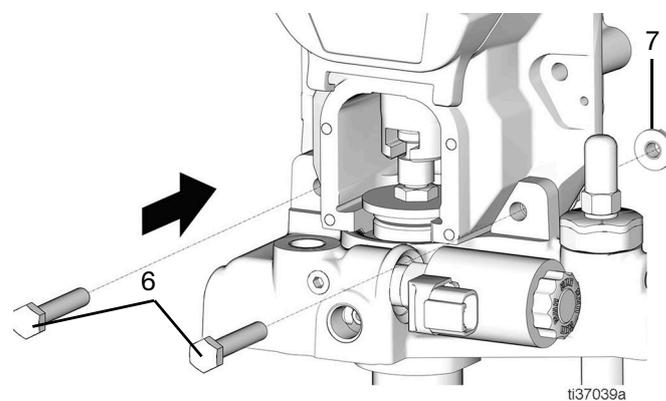

FIG. 68
28. Placer deux boulons (6) dans l'ensemble de pompe pour tenir la tête d'engrenage et l'ensemble de pompe en place et serrer légèrement les deux écrous (7) (FIG. 68).